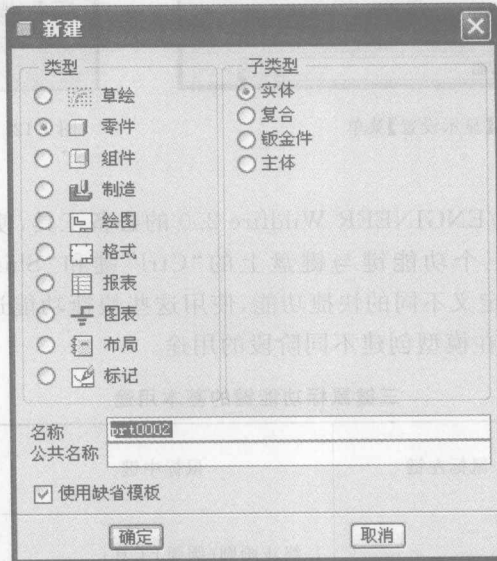
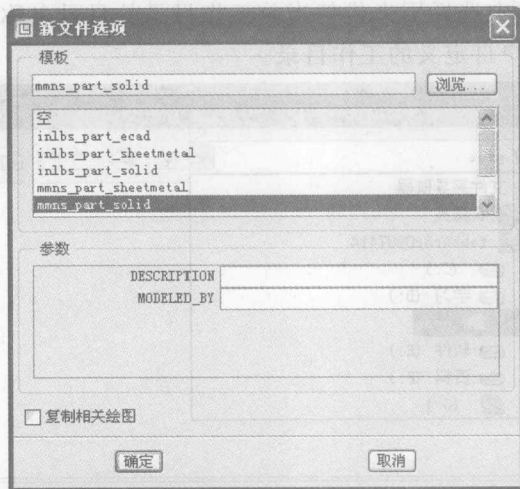

图 1-13 【新建】对话框
图 1-14 【新文件选项】对话框
创建新的文件其工具栏按钮为,单击此按钮,弹出如图 1-13 所示的对话框,用户在此对话框中选择文件类型,并输入文件名称。其中常用文件类型主要有以下几种:
注意:①图 1-13 中【公共名称】项是指对模型的公共描述,公共名称将映射到 winchill 的 CAD 文档名称,以便于多位用户通过网络交换产品数据,同步设计一个产品。
②图 1-13 中【使用缺省模板】复选框勾选为系统默认状态,在缺省模板状态下,模型单位为英制单位。如果用户想使用公制单位,则不勾选【使用缺省模板】复选框,单击【确定】按钮后,从弹出的【新文件选项】对话框中选择一个公制模板,如 mmns\_part\_solid(公制零件模板),如图 1-14 所示,然后单击【确定】按钮。